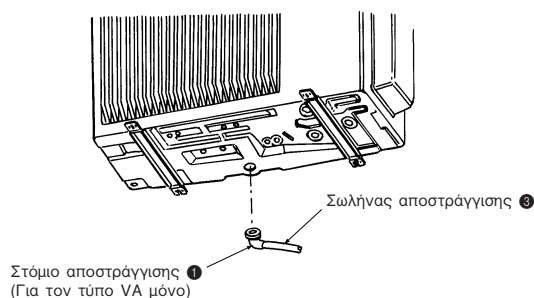

Fig. 4-1
4. Σωληνώσεις αποστράγγισης για την εξωτερική μονάδα (Fig. 4-1)